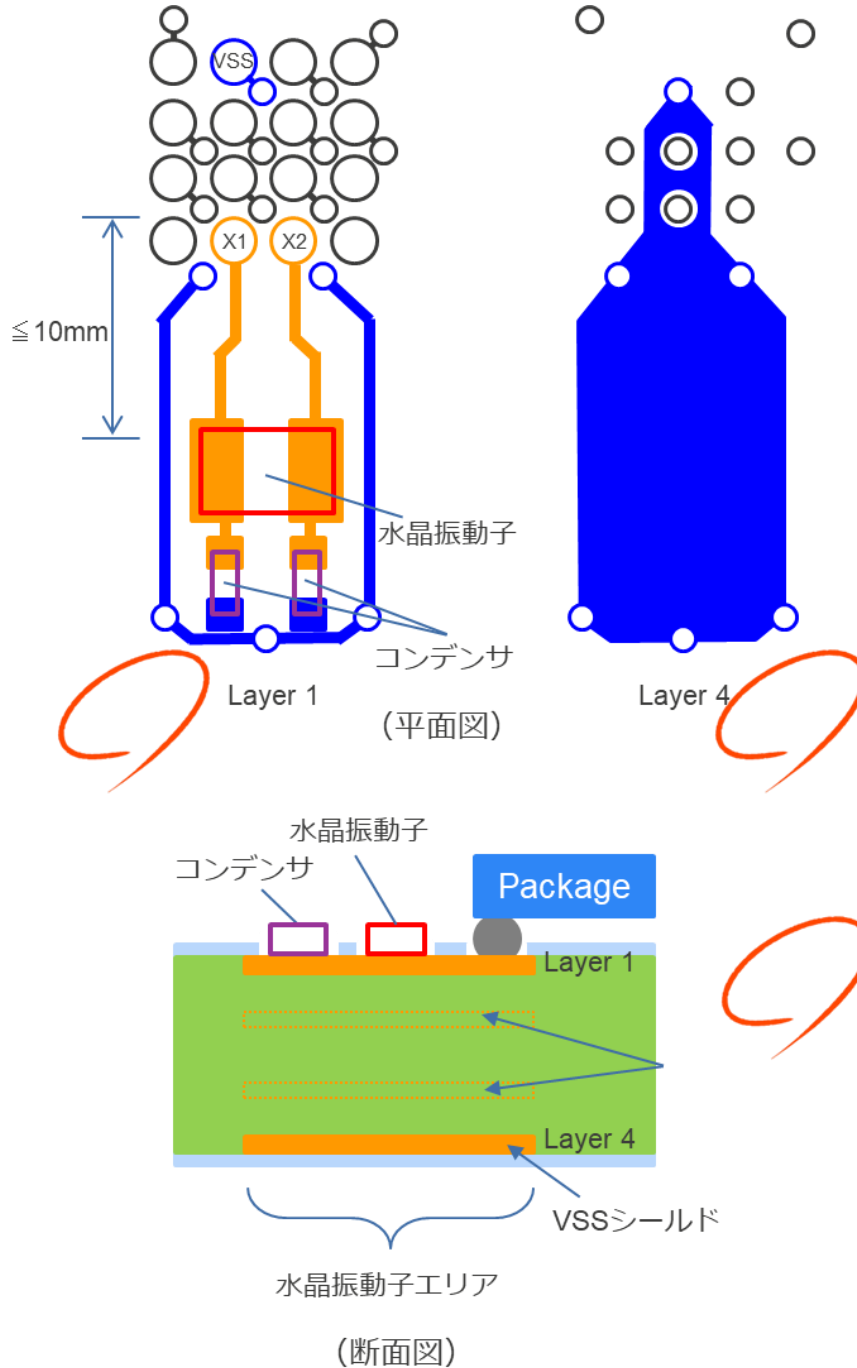

図 15. OSC の推奨設計イメージ図（平面図/断面図）
- ・水晶振動子の周辺回路の下層は、信号、電源、VSS パターンを配線させない。（図 15）
- ・OSC 信号配線はマイコン実装面で 0.1 mm 配線幅にて配線し、同層および最下層で VSS シールドする。中間層には他信号も含め配線しない。同層の OSC 信号配線同士および他信号配線（特に、大電流が流れるパターンや高速信号パターン）と VSS シールドは 0.3mm の間隔を確保する。（図 15）
- ・水晶振動子は端子から極力近くに配置する（目安は 10mm 以内）。（図 15）